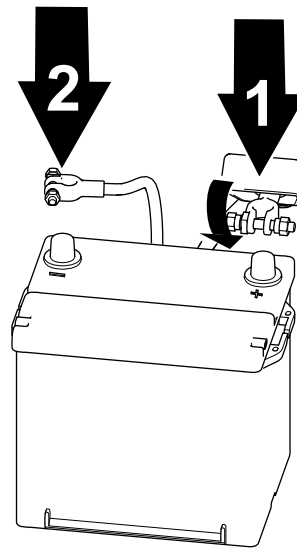

Figure 63
1. Branchez le câble positif de la batterie et serrez l'écrou du collier de la batterie (Figure 63).
2. Branchez le câble négatif de la batterie et serrez l'écrou du collier de la batterie (Figure 63).